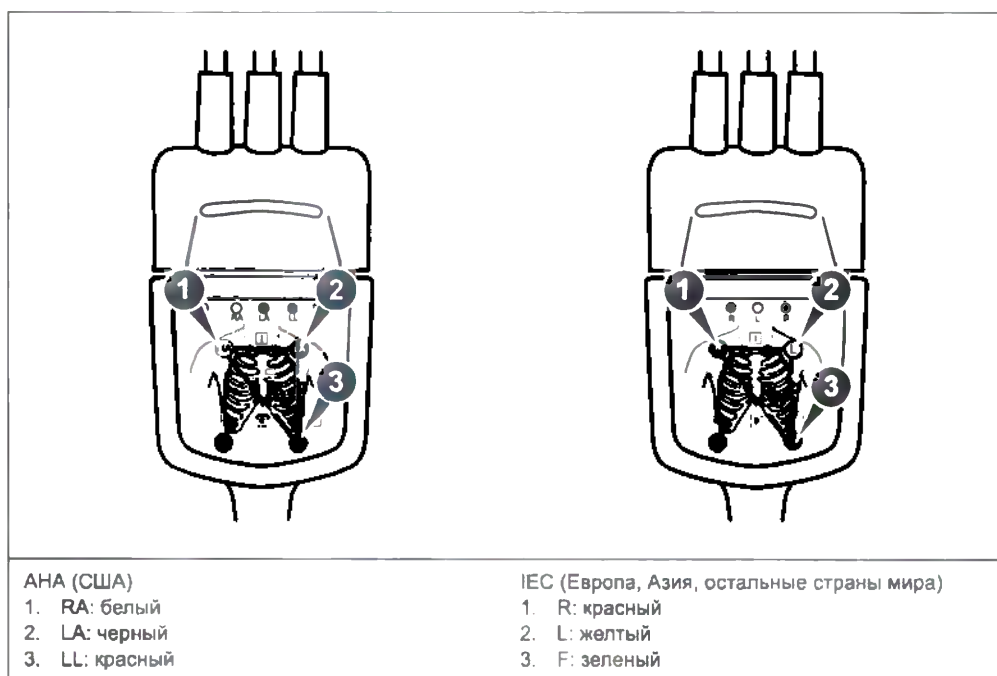

Рис. 2-30. Разветвитель кабеля со схемой наложения электродов
- **Основной кабель** — единый кабель с разъемом для подсоединения к системе на одном конце и с разветвителем на другом (см. Рис. 2-30).
Цветовое кодирование электродов следует одному из двух стандартов, принятых в различных странах мира. На разветвителе кабеля приводятся цветовые обозначения, названия и расположение точек отведения в соответствии с цветовой кодировкой двух стандартов (см. Рис. 2-30).